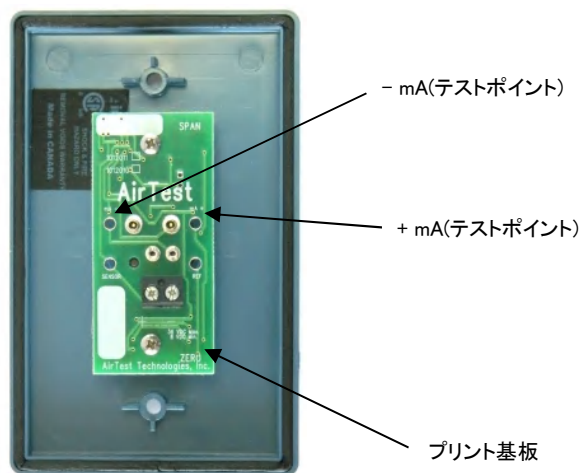
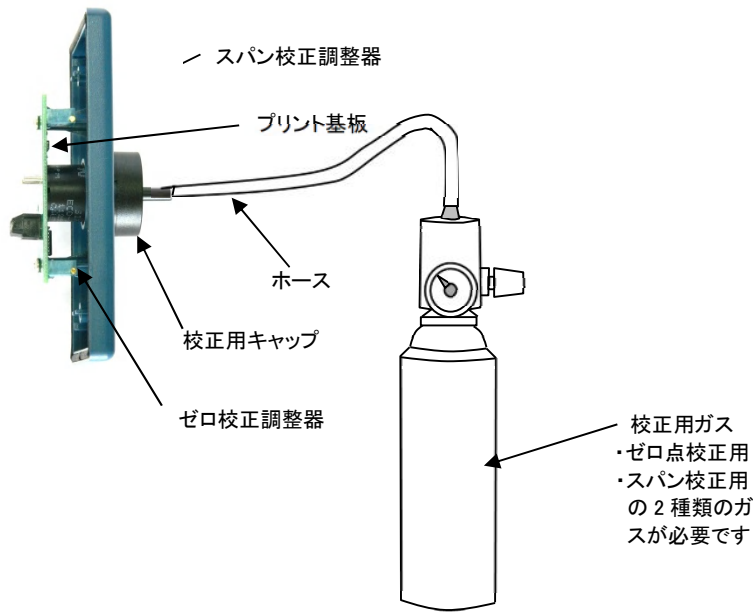

図 10 プリント基板とテストポイント
図 11 校正ガスの注入
3. 校正用キャップにガス供給用ホースを接続します。(図 11)
4. デジタルボルトメーター(電圧計)をプリント基板上マーク(mA+)と(mA-)のテストポイントに接続します。(図 10)
ゼロガスを校正用キャップに注入し、ゼロ点調整器を調整し、デジタルボルトメーターが 40mV になるように調整します。(図 10、図 11)
任意の濃度の校正用ガスを校正用キャップに注入し、テストポイントの電圧値が安定したら(約 1 分)スパン校正調整器を調整し、デジタルボルトメーターが校正ガス濃度の値に見合った電圧値になるように調整します(この電流値と電圧値の関係は、1mA=10mV になっています)。(図 10、11)